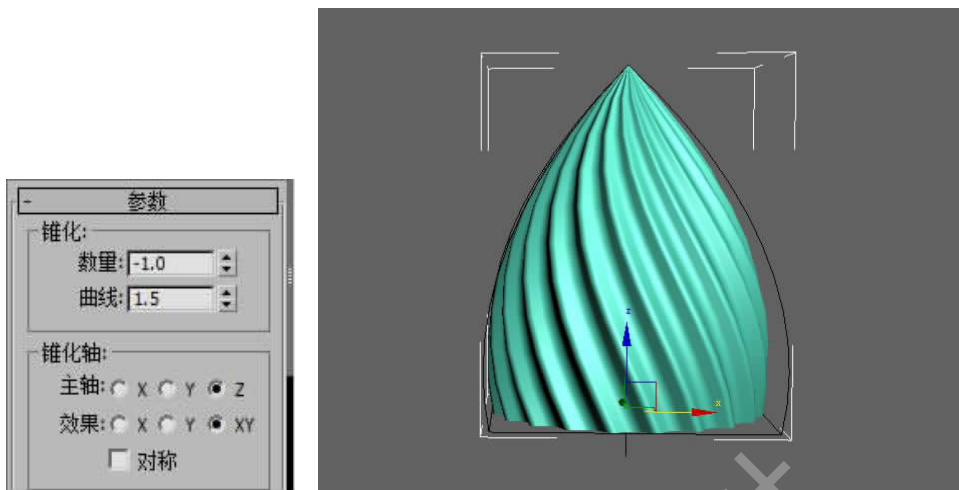

图 2-72 添加锥化修改器
Step 16. 进入修改面板选择“椎化”修改器, 椎化修改器可以将对象改为顶端很尖的锥形效果, 如图 2-72 所示。